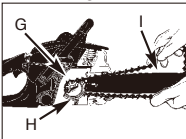

Fig. 3E
8. Läg kedjan runt drivhulet (G) bakom kopplingen (H). Se till att länkarna passar mellan kughulets tänder. (Fig. 3E)
9. För in drivlänkarna i spåret (I) och runt svärdets ände. (Fig. 3E)